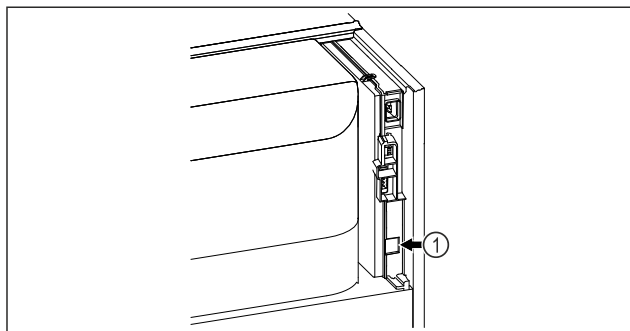

Fig. 92
- SmartModule Fig. 92 (1) är insatt.